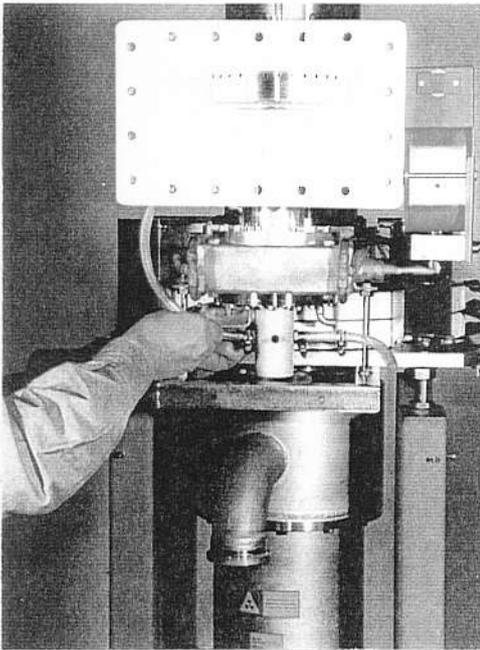

Abb. 33. Montage der Hohlleiterluftzufuhr
- d) Die Luftzufuhr (Päckchen A) wird montiert. Die Schrauben liegen dem Päckchen bei. (Abb. 33. und 34.).